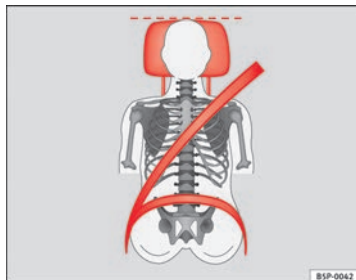

Fig. 12 Sangle de ceinture de sécurité bien ajustée et appuie-tête correctement réglé (vue de face)
- La sangle boudrier doit passer plus ou moins au milieu de l'épaule. La ceinture de sécurité doit s'appliquer bien à plat sur le buste et l'enserrer fermement ⇒ fig. 12.